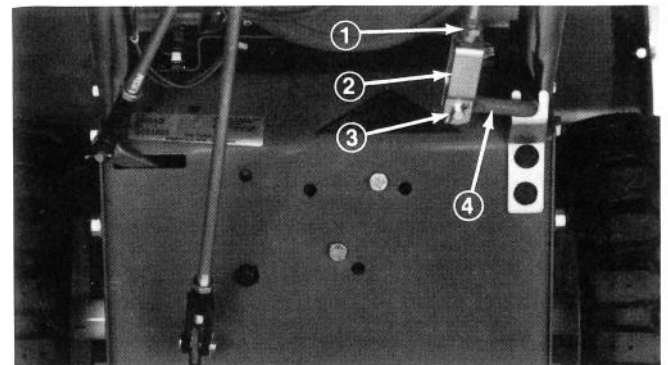

Figure 33
1. Desserrez l'écrou de blocage de l'étrier en bas de la tige de la commande de tarière (Fig. 33). Enlevez ensuite la goupille fendue et la cheville d'étrier retenant l'étrier à la tige coudée (Fig. 33).
2. Tournez l'étrier (Fig. 33) à gauche — en dévissant — pour accroître la tension de la courroie et à droite — en vissant — pour diminuer cette tension.
3. Raccordez l'étrier à la tige coudée à l'aide de la cheville d'étrier bloquée avec une goupille fendue (Fig. 33). Serrez ensuite l'écrou de blocage sur le haut de l'étrier (Fig. 33).